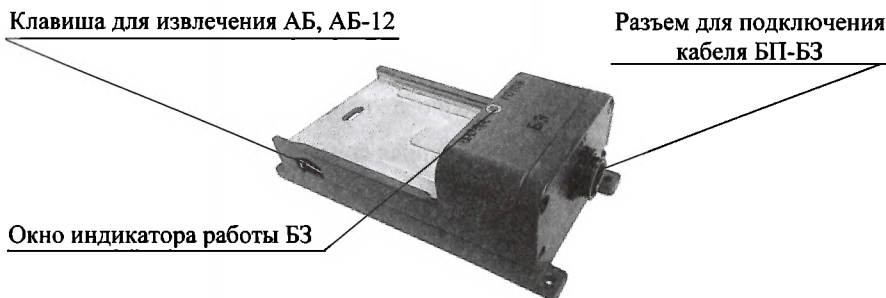

Рисунок 2.12– Блок заряда
Для извлечения АБ из ЗУ-1 необходимо использовать клавишу извлечения батареи, расположенную на боковой части блока заряда (рисунок 2.12).
Для извлечения АБ-12 из ЗУ-1 необходимо использовать клавишу извлечения батареи, расположенную на боковой части блока заряда (рисунок 2.12).
2.10.3.1 Блок заряда (БЗ) КСФТ.436234.008 предназначен для заряда батарей АБ и АБ-12, и конструктивно выполнен в виде отдельного блока, рисунок 2.12.